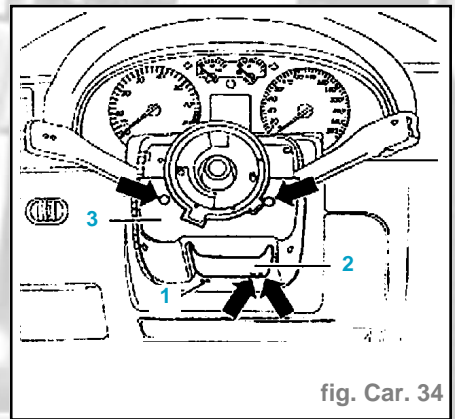

fig. Car. 34
- Amener le volant de direction (1) en position médiane (roues en ligne droite).
- Retirer le volant (1) de la colonne de direction.
- Dévisser les quatre vis à empreinte cruciforme (flèches). (fig. Car. 34)